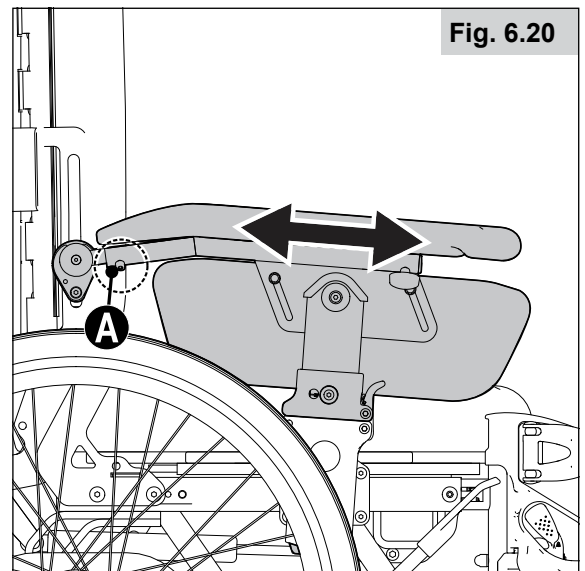

Fig. 6.20
6.19 Tiefe der Armlehne verstellen (Fig. 6.20)